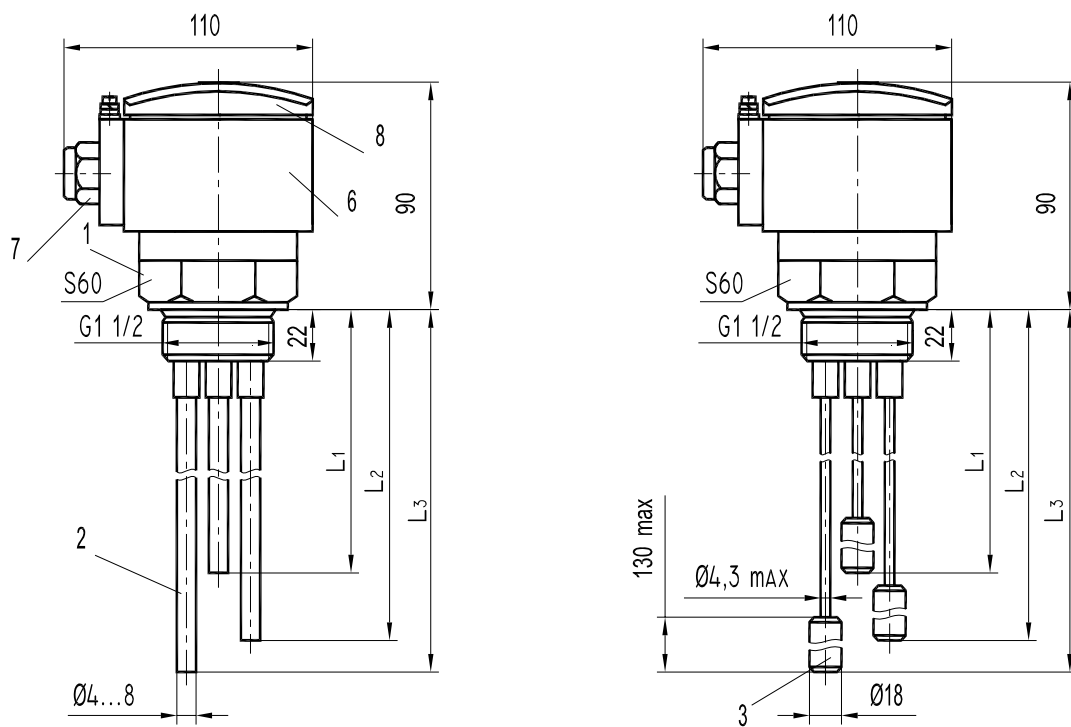

Рисунок 2 - Датчики трёхэлектродные, внешний вид и габаритные размеры
1.3.2 У трехэлектродного датчика (рисунок 2) на штуцере 1 закреплен корпус 6 с кабельным вводом 7 и крышкой 8.